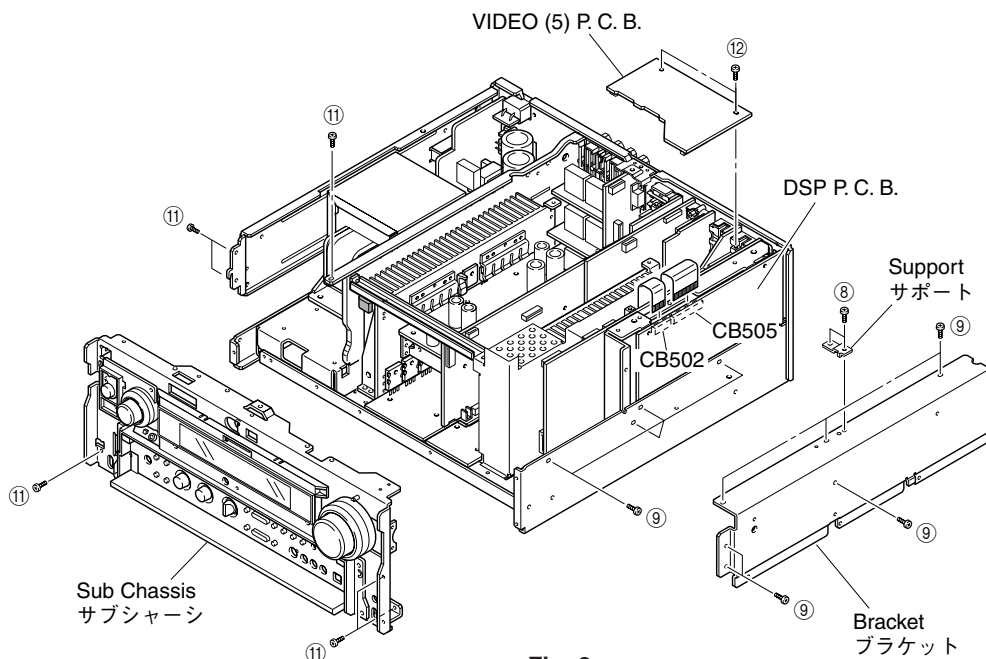

Fig. 2
- Remove 2 screws (⑧) and then remove the Supports. (Fig. 2)
- Remove 10 screws (⑨) and then remove the Bracket. (Fig. 2)
- Remove CB502 and CB505. (Fig. 2)
- Remove the DSP P.C.B. upward together with the shield case. (Fig. 2)
- Remove 6 screws (⑪). (Fig. 2)
- Remove the Sub Chassis forward. (Fig. 2)
6. Removal of VIDEO (5) P.C.B.
- Remove 2 screws (⑫). (Fig. 2)
- Remove the VIDEO (5) P.C.B. which is connected directly to the lower P.C.B. with connectors. (Fig. 2)
- ⑧のネジ2本を外し、サポートを取り外します。(Fig. 2)
- ⑨のネジ10本を外し、ブラケットを取り外します。(Fig. 2)
- CB502、CB505を外します。(Fig. 2)
- シールドケースといっしょに、DSP P.C.B.を上方に取り外します。(Fig. 2)
- ⑪のネジ6本を外します。(Fig. 2)
- サブシャーシを前方に取り外します。(Fig. 2)
6. VIDEO (5) P.C.B.の外し方
- ⑫のネジ2本を外します。(Fig. 2)
- VIDEO (5) P.C.B.を取り外します。下方のP.C.B.と直接コネクター接続されています。(Fig. 2)